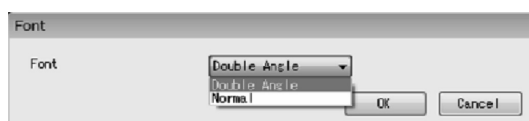

図81
- ③ 図81のように、「Font」の右側の矢印をクリックしてドロップダウンリストの中から設定するフォントを選択して下さい。